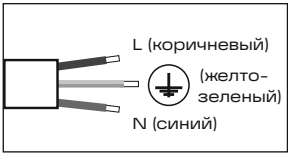

Рис. 4
- 5.15 Для выполнения электрических подключений обратиться к схеме на рис. 4 или 5 (для версии DALI 2.0). **Внимание!** Для подключения кабеля требуется использовать герморазъемы или электрораспределительную коробку со степенью защиты не ниже IP65